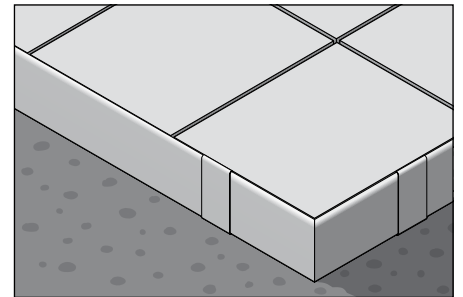

Abb. 7
Verarbeitung für Verlegung von selbsttragenden Plattenelementen auf dem Plattenlager-System TROBA-LEVEL mit BARA-RT /BARA-RTC (Abb. 7)
- Bei Nutzung vom Plattenlager System TROBA-LEVEL überdeckt das Abschlussprofil BARA-RT / BARA-RTC den freien Rand der Belagskonstruktion (Abb. 7).